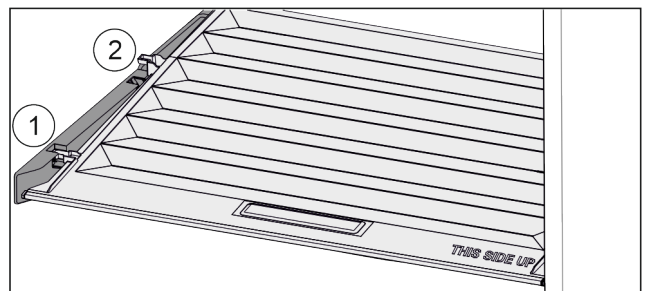

Fig. 53
- ▶ 将盖子向前拉 Fig. 53 (1)至定位件开口。
- ▶ 从下方抬起后端并向上将其移出 Fig. 53 (2)。